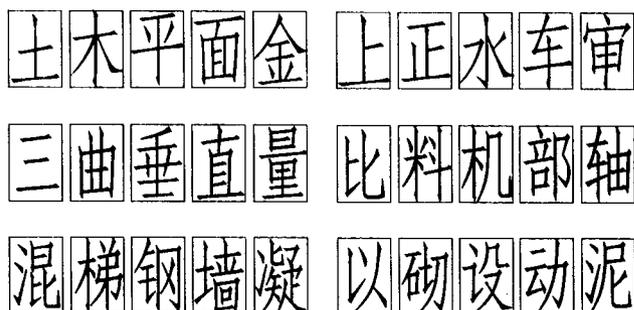

图 1-6 长仿宋字体笔画布局
- (1) 字体基本对称的应保持其对称,如图 1-6 中的土、木、平、面、金等。
- (2) 有一竖笔居中的应保持该笔竖直而居中,如图 1-6 中的上、正、水、车、审等。
- (3) 有三四横竖笔画的要大致平行等距,如图 1-6 中的三、曲、垂、量等。
- (4) 要注意偏旁所占的比例。有约占一半的,如图 1-6 中的“比、料、机、部、轴”等;有约占 1/3 的,如“混、梯、钢、墙”等;有约占 1/4 的,如“凝”。
- (5) 左右要组合紧凑,尽量少留空白,如图 1-6 中的“以、砌、设、动、泥”等。